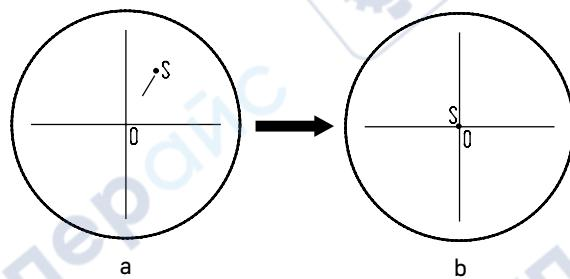

Рис. 16. Настройка канала визуализации
- Установите рукоятку переключения светового потока 4 в положение для наблюдения через окуляры и камеру. Наблюдая объект через окуляры, найдите отличительную точку в поле зрения (легко идентифицируемую цель, такую как точка S на рис. 16а), переместите объект на предметном столике так, чтобы данная точка находилась в центре поля зрения как показано на рис. 16б. Для этой процедуры вместо обычного препарата удобно использовать специальный калибровочный слайд с перекрестьем, а вместо обычного окуляра – окуляр с перекрестьем.